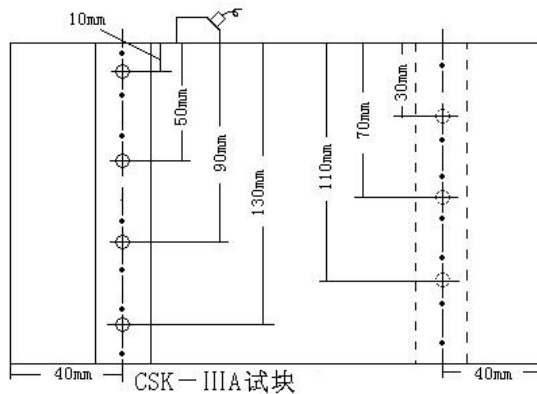

图 4-10
- 2、将探头 与参考试块耦合，使第一个参考点回波达到最高（我们用CSK-III A试块如图4-10）。